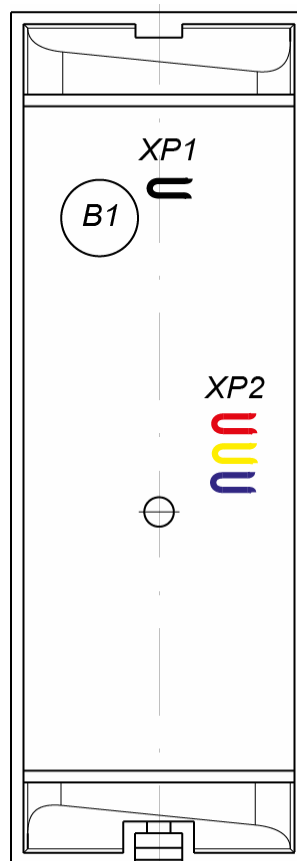

Рисунок 2. Расположение переключки «номер считывателя» (XP2), переключки «отключение концевого резистора» (XP1) и пьезоэлемента (B1)
Кроме того, на тыльной стороне считывателя расположены четыре переключки проводом (см. рис. 2):
4. При помощи трех перемычек **XP2** (см. рис. 2) установите номер считывателя, для чего в соответствии с табл. 2 необходимые перемычки перекусите кусачками. Разрезанные перемычки не должны контактировать с другими перемычками и с металлическим основанием.
5. С целью предотвращения искажений сигнала на концах линии связи **RS-485** должны быть установлены концевые резисторы. В считывателе **PERCo-MR07.1** такой резистор предусмотрен конструктивно. Если устанавливаемый считыватель не является конечным устройством на линии связи, то на нем необходимо отключить концевой резистор, для чего перекусите перемычку **XP1** (см. рис. 2). Проверьте наличие концевых резисторов на реальных концах линии связи интерфейса **RS-485**.